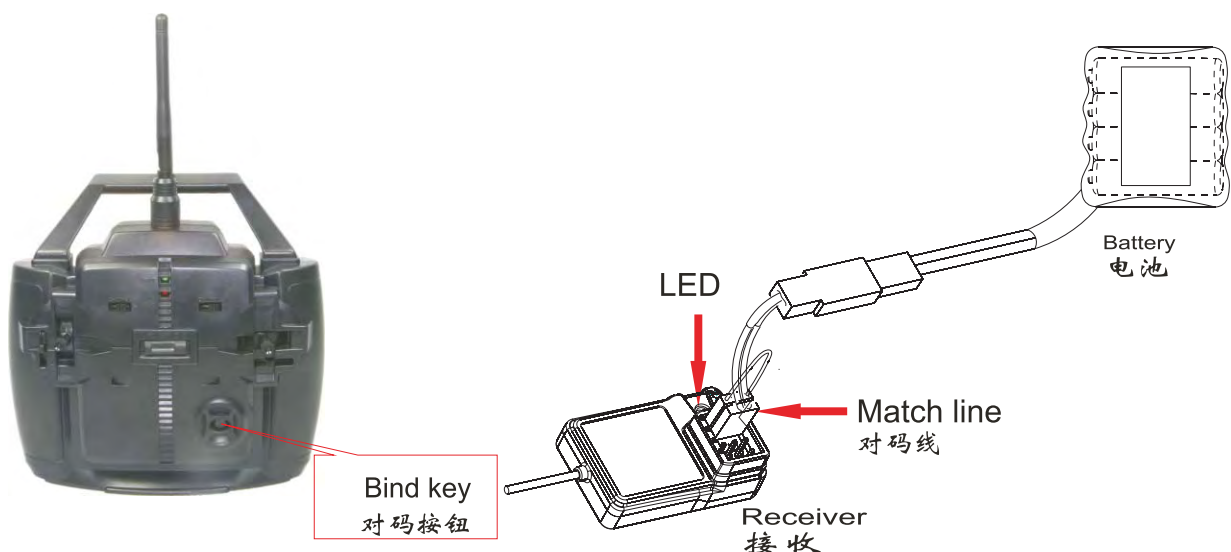

Figure 1 (图1)
- B. Insert the matching lines to the channel BIND / CH3 port of the receiver. (Figure.1)。
- 2.将配对线插入接收机的BIND/CH3通道接口（如图1）。